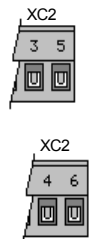

Figura 3.37 – Pinos do Conector XC2 Referentes às Saídas Analógicas de 12 bits
- ✓ A alimentação do Encoder é feita por uma fonte externa de +5V ou +8V a +15V/220mA (XC2:1 e XC2:2), conforme conexão descrita na figura 3.37;